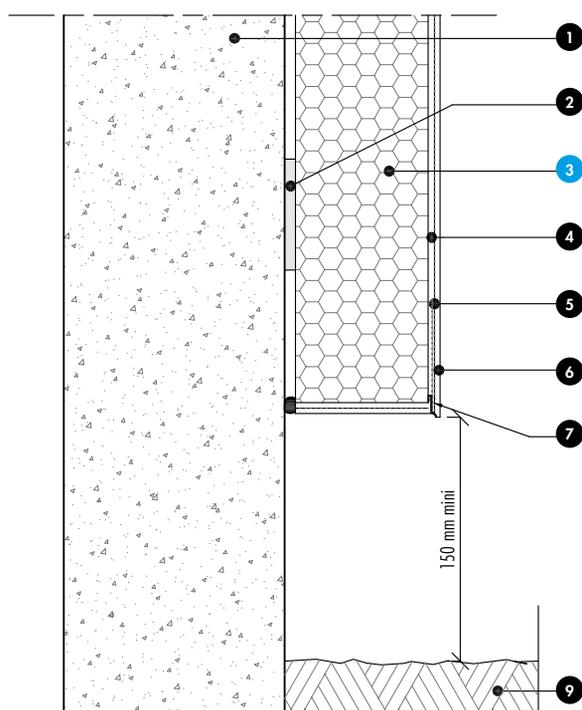

Fig. 16 : Départ sur terre-plein (coupe verticale)
**Nomenclature des figures 16 et 17**